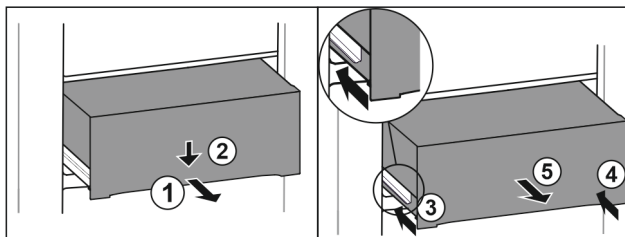

Fig. 219
- Schubfach halb herausziehen. Fig. 219 (1)
- Schubfach an der Vorderseite nach unten drücken. Fig. 219 (2)
- Linke Schiene etwa 2 cm einschieben. Fig. 219 (3)
- Rechte Schiene etwa 2 cm einschieben. Fig. 219 (4)
- Schubfach nach vorne entnehmen. Fig. 219 (5)